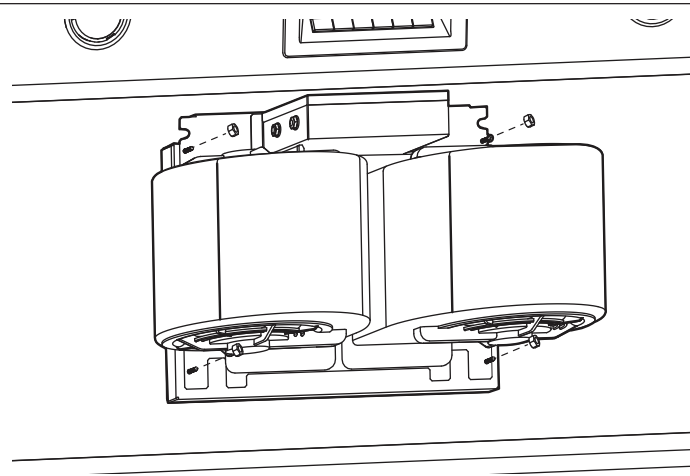

Figura 12: Ubicación de las varillas soldadas y de la caja de conexiones
1. El ventilador está sujetado a la campana mediante las dos varillas soldadas de la placa de montaje. La Figura 12 muestra la ubicación de esas varillas.
1. Quite la tapa de la caja de conexiones, la que cubre los cables (*consulte la Figura 12 en la página 52*).
2. Quite las entradas circulares hundidas (*Figura 12 en la página 52*).